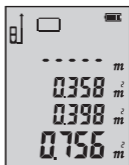

рис. 3
**Шаг 3:** Далее, нажмите кнопку  , чтобы получить сумму, результат этих двух областей данных, которые показаны на рис. 3.